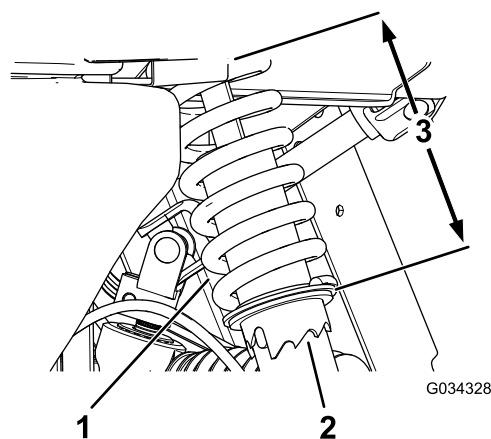

Figura 53
1. Usando la herramienta Toro número 6010, gire el collarín del amortiguador para variar la longitud del muelle (**Figura 53**).